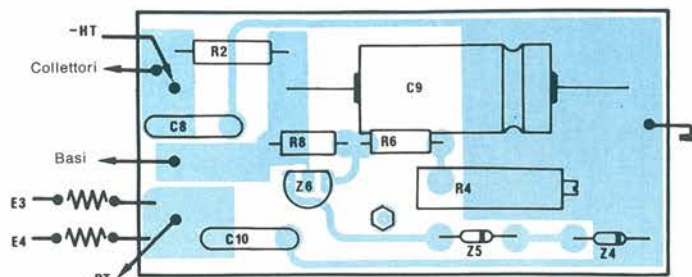

Figura 18. Disposizione componenti sul circuito stampato Z-.
- Saldare alla stella di massa i due collegamenti (30 cm di filo di piccola sezione) di massa dei regolatori: quello proveniente da Z+ andrà al negativo di C6, quello proveniente da Z- al positivo di C9 (Figura 18).